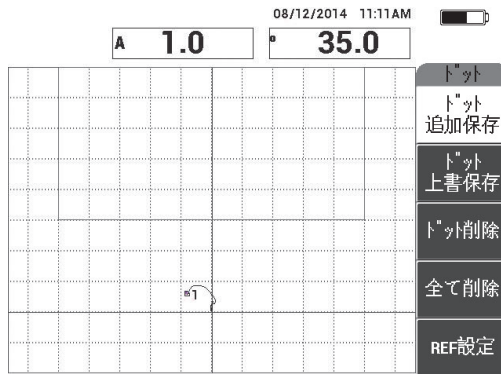

図 6-40 最初のドットが記録されます。
6. **ドット追加保存** (A キー) を押して、最初のドットを記録します (162 ページの図 6-40 参照)。